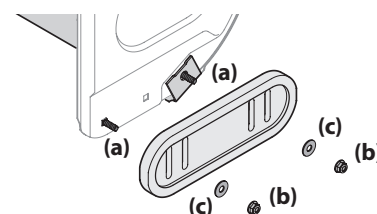

Figure 4-1
- Remontez les nouveaux patins avec les boulons ordinaires (a) (deux sur chaque côté), les rondelles (c) et les contre-écrous à embase (b). Voir Figure 4-1.